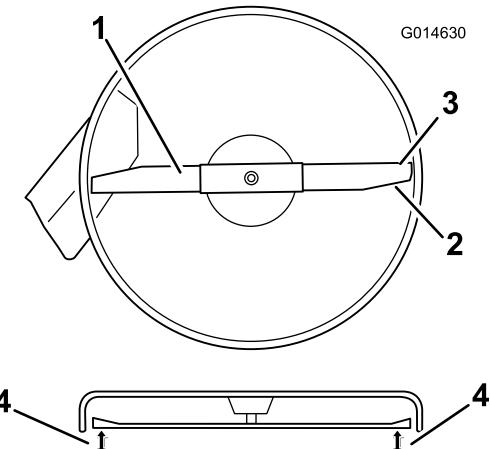
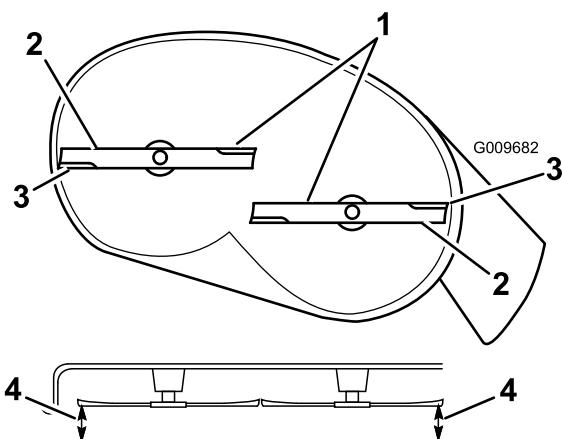

Figura 53
Figura 54
- Gire cuidadosamente las cuchillas hasta que estén todas orientadas lateralmente (Figura 53 y Figura 54).
- Mida entre los bordes de corte exteriores y la superficie plana (Figura 53 y Figura 54).